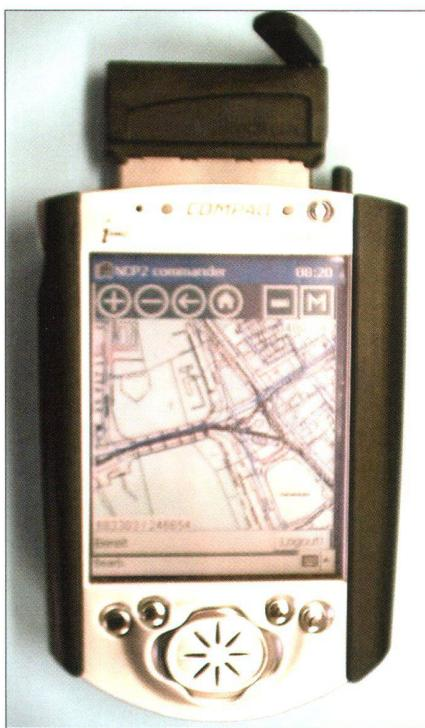

Abb. 4: GeoShop Mobil und Online mit einem Pocket PC.
- Mobiler Online-Zugriff auf den GeoShop (Abb. 4) für Einsatzdienste der Werke vor Ort.